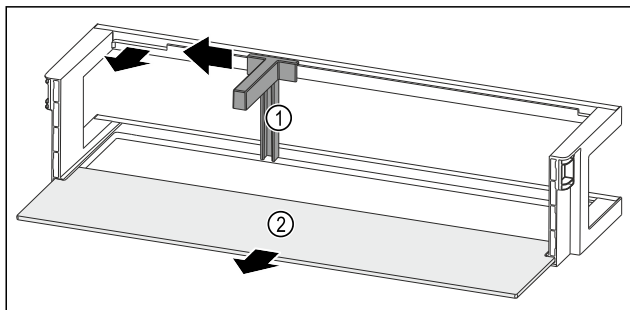

Fig. 147 Dveřní přihrádka s držákem lahví a odkládací plochou
- ▶ Držák lahví Fig. 147 (1) posuňte na stranu až k vybrání.
- ▶ Držák lahví Fig. 147 (1) odeberte.
- ▶ Odkládací plochu Fig. 147 (2) odeberte.